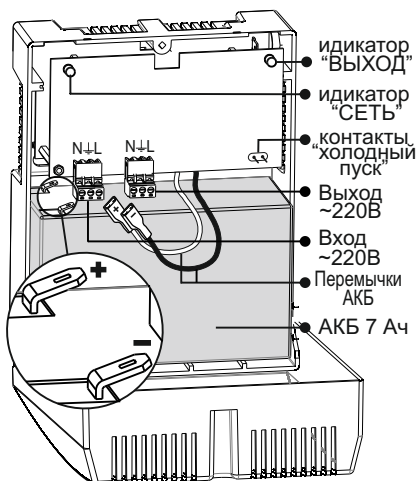

Рисунок 1 - Общий вид изделия.
При открытой крышке (см. *рисунок 1*) осуществляется доступ к печатной плате.
2. Чтобы полностью выключить изделие, необходимо отсоединить перемычку «АКБ+» от аккумуляторной батареи (см. *рисунок 1 и 4*).
1. Для этого необходимо, кратковременно замкнуть контакты «холодный пуск» (см. рисунок 1). Изделие перейдет в режим питания нагрузки от АКБ. Индикатор «ВЫХОД» должен засветиться.